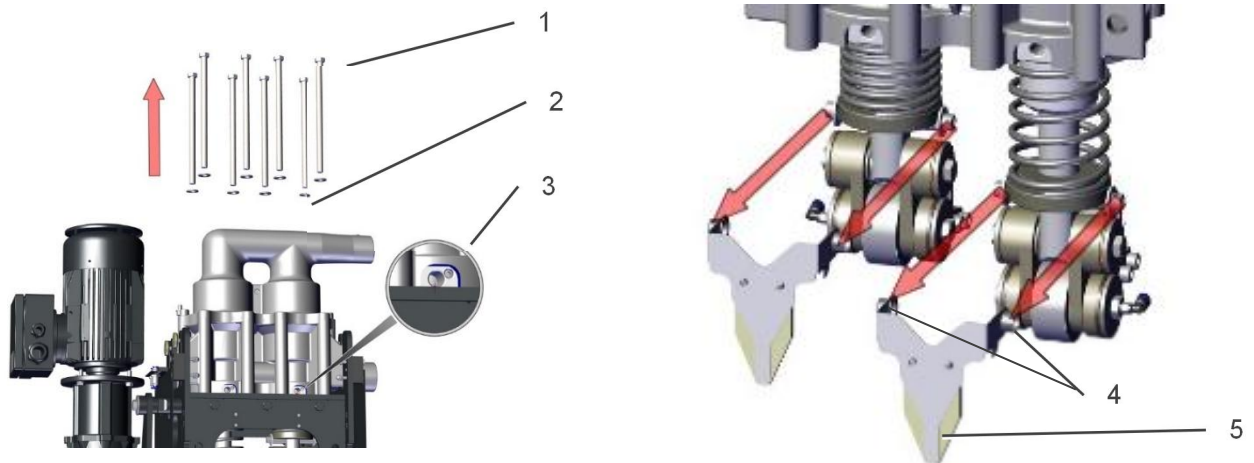

Abb. 7-1: Lösen der Pumpeneinheit
1. Schmierschwinge (5) der Zweigelenkschwinge von den M8 x 12 Zylinderkopfschrauben (4) durch leichtes Aufbiegen demontieren und in Pfeilrichtung entnehmen (Abb. 7-1: Lösen der Pumpeneinheit). Artikelnummer der Schmierschwinge: 53601752.
2. Alle acht Sechskantschrauben M12x220 (1) und die Unterlegscheiben (2) mit einem 19 mm Ringschlüssel herausschrauben (Abb. 7-1: Lösen der Pumpeneinheit).
3. Alle vier Gewindestifte M6x20 (3) mit einem 4 mm Innensechskantschlüssel zwei Umdrehungen lösen.